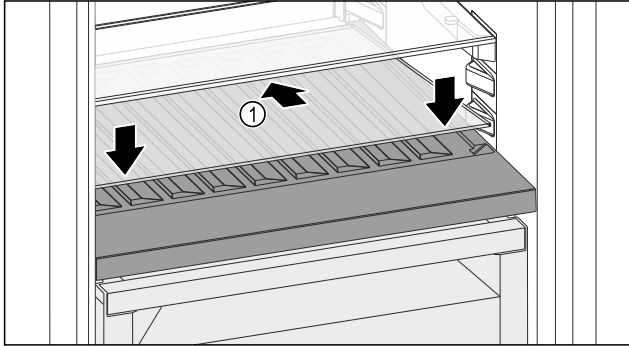

Fig. 211
- ▶ Aseta lasilevy Fig. 211 (1) vinosti ja takana alaspäin kallistettuna paikalleen.
- ▶ Laske lasilevy Fig. 211 (1) edestä alas.